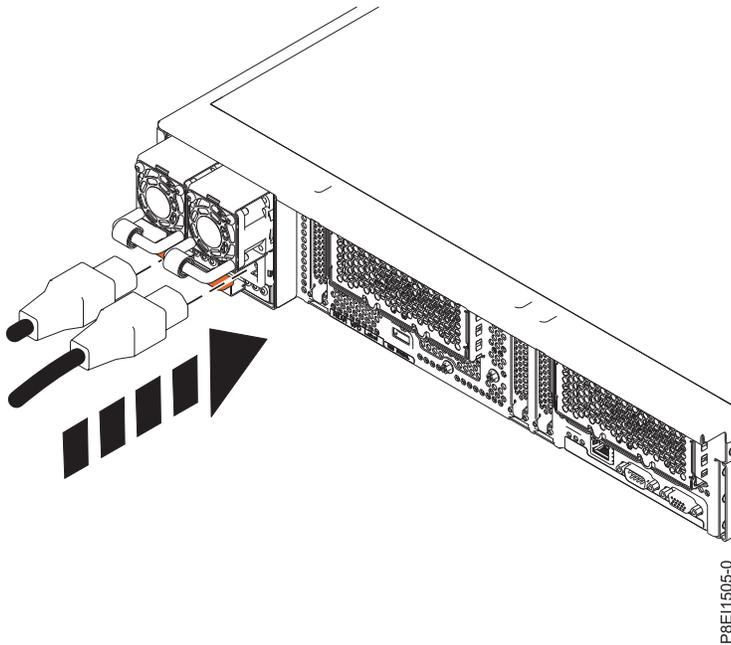

図 230. システムへの電源コードの接続
2. ラベルを確認して、電源コードをシステム装置に再接続します。図 220 ページの図 230 を参照してください。